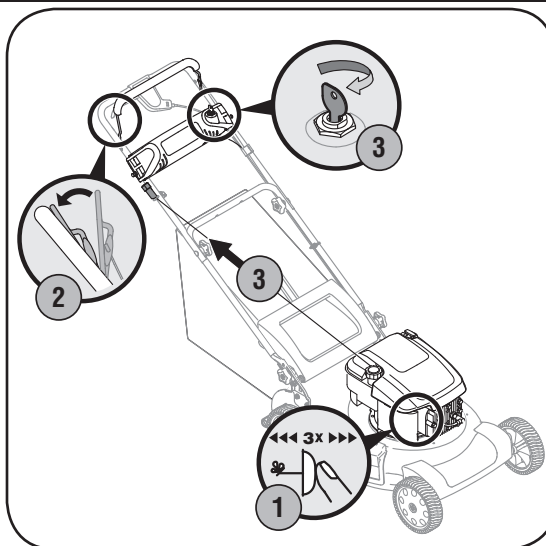

Figura 4-2: Poner en marcha la podadora.
1. Oprima el cebador tres veces. Espere aproximadamente dos segundos entre cada empuje, Figura 4-2. En temperaturas de aprox. 55°F o inferiores, debe cinco veces. No debe el motor caliente para reiniciarlo después de una detención breve.
2. Colóquese detrás de la podadora, apriete el control de la cuchilla contra la manija superior, Figura 4-2.
3. **Arrancador de retroceso:** Sostenga la manija del arrancador de retroceso y tire de la cuerda con un golpe rápido, continuo y con todo el brazo, Figura 4-2. Si se sostiene con firmeza la manija del arrancador, la cuerda se rebobina lentamente. Repita hasta que el motor esté en marcha. Deje que la cuerda se vuelva a enrollar lentamente.
Arrancador eléctrico: Gire la llave de encendido a la derecha para poner en marcha el motor, Figura 4-2. Suelte la llave una vez que el motor se ha puesto en marcha.